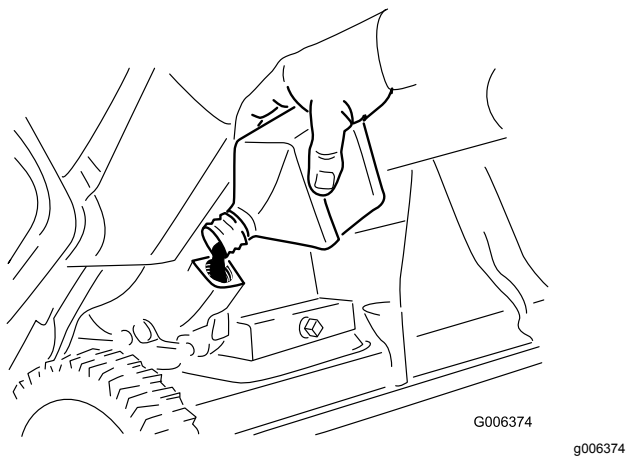

图24
8. 机器在工作状况下小心将油注入加油孔直至油位达到溢流点图24。